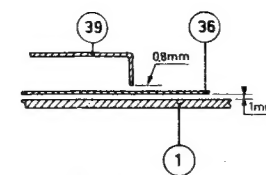
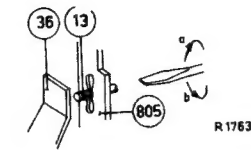

Fig. 14
Fig. 15
4. Der Abstand vom Abtaster zum Plattentellerrand muss mindestens 0,8 mm betragen. (Siehe Abb. 14). Mit der Stellschraube 13a muss der Ausschaltmoment des Tasters 36 wie folgt eingestellt werden Abb. 15.